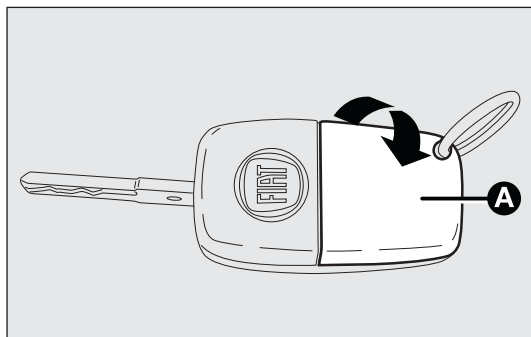

fig. 8
- aprire lo sportellino A-fig. 8 fissato a pressione agendo nel senso indicato dalla freccia